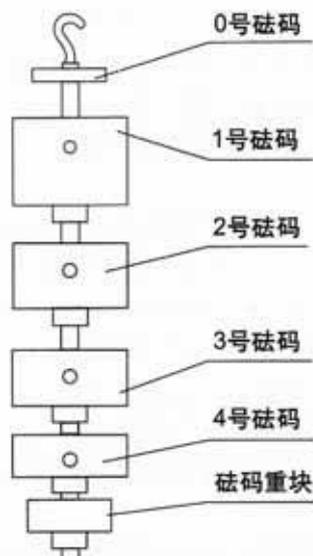

图 3
- 2.4.1 取出附件箱内的砝码擦净，并看清砝码上的编号。把仪器上的变荷手轮（15）旋至 306N 处，砝码按 4、3、2、1、0 顺序逐个先下后上放入吊杆托架上，砝码上的圆柱销应在叉架的凹槽内，先放入砝码 4，缓慢转动变荷手轮，当叉架与砝码圆柱销刚脱开的瞬间，看清吊杆与砝码是否晃动，如晃动说明砝码没有放好，在水平和圆周两个方向调整，直至吊杆与砝码没有晃动为止。（在安装砝码时千万不能转动变荷手轮，一旦转动造成仪器的齿轮错位和试验力的不匹配。）再放入砝码 3，重复上述的操作，将四个砝码全部安放好，要求相同（注意仪器的水平，可在仪器的工作台上放一个水平仪校准）。（见图 3）